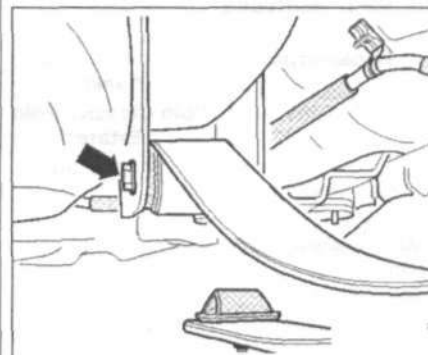

Рис. 9.56. Открутите болт (стрелка) крепления рессоры спереди.
7. Открутите болт (стрелка) крепления рессоры спереди (рис. 9.56).